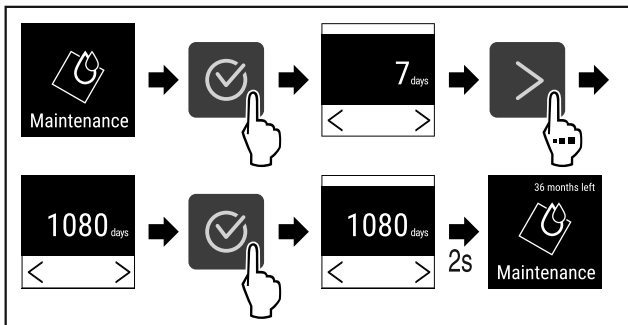

Fig. 79
- ▶ Kryeni hapat e veprimit (shihni Fig. 79).